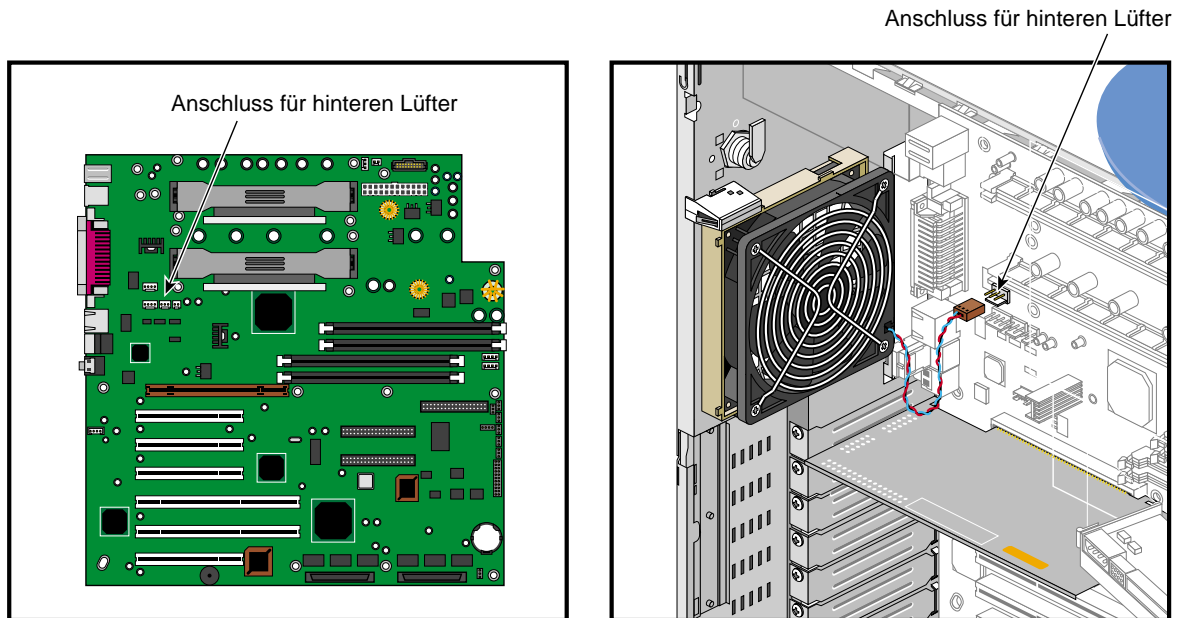

Abbildung 2-17 Anschließen des Kabels des hinteren Lüfters
3. Lösen Sie das Lüfterkabel von der Systemplatine. Die Lage des Lüfterkabelanschlusses geht aus Abbildung 2-17 auf Seite 40 hervor.
11. Schließen Sie das Lüfterkabel an. Die Lage des Kabelanschlusses des hinteren Lüfters geht aus Abbildung 2-17 hervor.